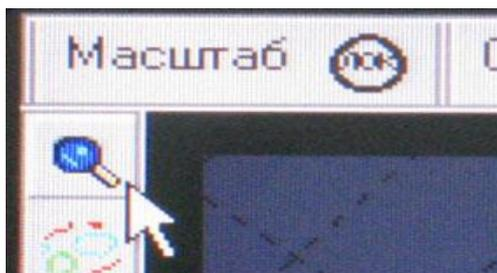

Рис. 6.39. Инструмент «ЭЛЕКТРОННАЯ ЛУПА»
- увеличение масштаба с помощью инструмента «ЭЛЕКТРОННАЯ ЛУПА» (рис. 6.39).